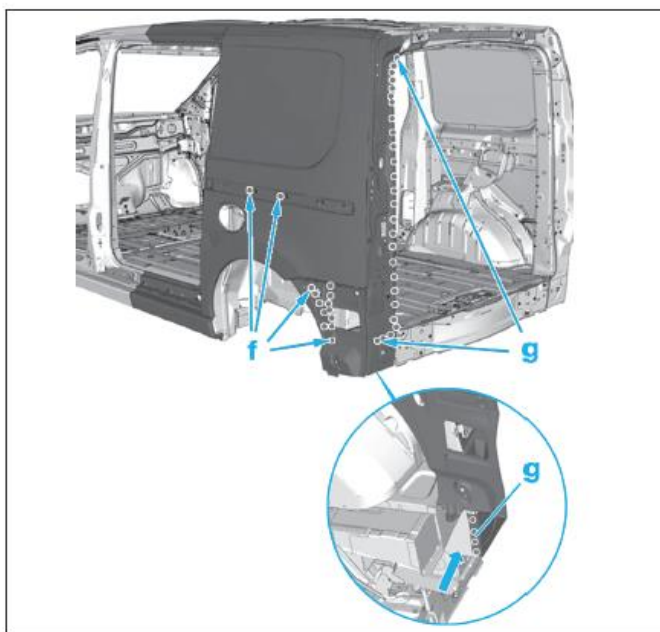

FIG. 88
- Souder par points électriques (g) (Fig.88).